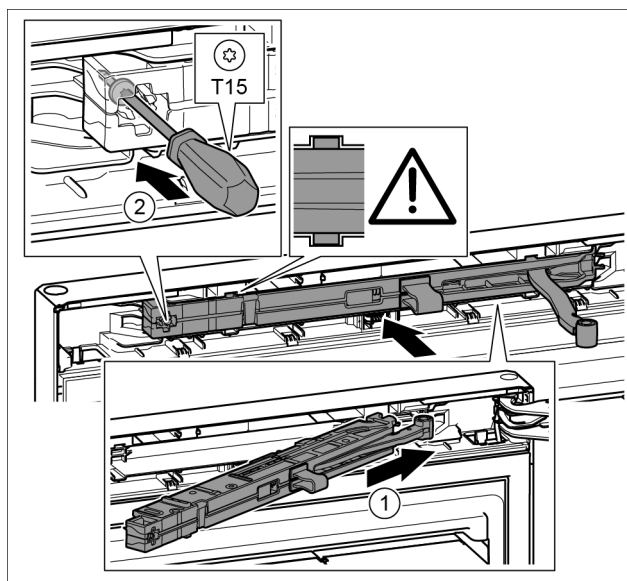

Fig. 21
- ▶ 将托架侧面的关门阻尼单元倾斜插入凹槽直至止挡装置。 Fig. 21 (1)
- ▶ 用 T15 螺丝刀拧紧螺钉。 Fig. 21 (2)